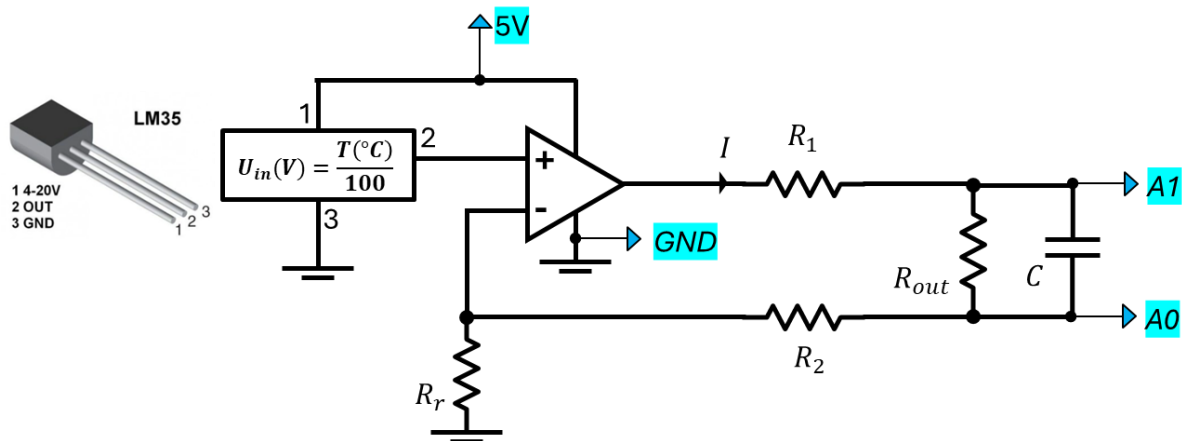

Figure 3 : Câblage de la boucle de courant avec le capteur de température et l'Arduino.
- Au vu du montage de la Figure 3, quel sera le lien entre la température et la tension de sortie ?
**Veillez à bien respecter la polarité du capteur (voir Figure 3 ci-dessous).**
□ Remplacez les appareils par la carte Arduino. Les flèches bleues sur la Figure 3 correspondent aux connexions à réaliser sur la carte Arduino :